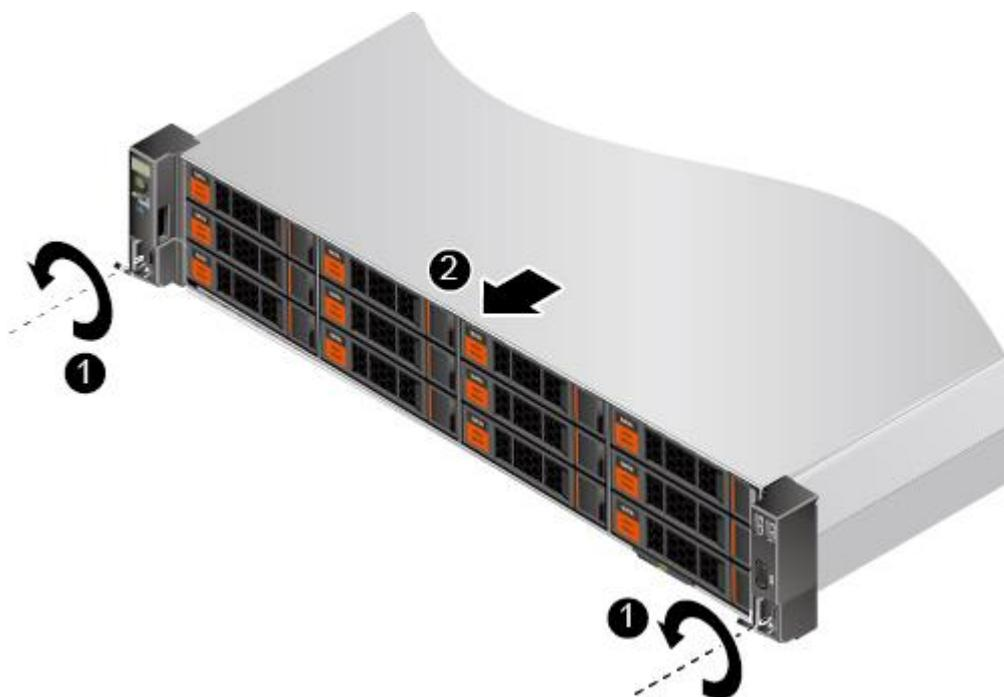

图 3-1 拆卸 G220K V2
1) 如图 3-1 中①所示，用十字螺丝刀松开 G220K V2 面板上的松不脱螺钉。
- 2) 如图 3-1 中②所示，沿滑轨向远离机柜的方向缓慢拉出服务器。